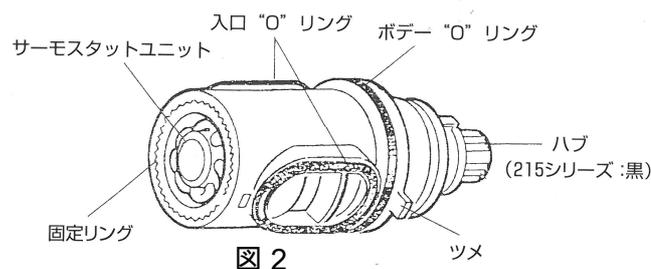

図2
6. 給湯入口、給水入口をチェックし、給湯入口にカートリッジのツメの赤が来るようにカートリッジを注意深くバルブボデーに押し込んで下さい。その際、2つの入口"O"リングが所定の場所にあるかどうか、又カートリッジのツメがボデーの切り欠きに入っているかどうかを確認して下さい。(図2)